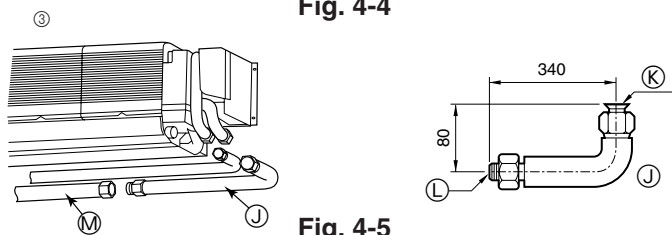

Fig. 4-5
- ③ Tuyau de connexion en L (pour le tuyau de gaz) (Fig. 4-5)